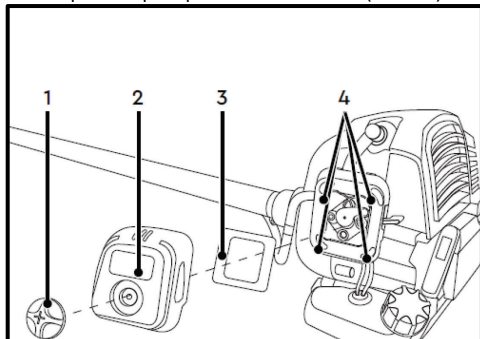

Рис. 57
- Зніміть кришку (2) корпусу повітряного фільтра з мотокоси (Рис. 57);
- Зніміть фільтрувальний елемент (3), ***залежно від моделі** – промийте його в чистій воді із милом та просушіть, або продуйте повітрям тиском не більше 2,5 бара (замініть, якщо він пошкоджений) (Рис. 57);
- Після очищення фільтруючого елемента (3), встановіть його в корпус повітряного фільтра, розташувавши за кронштейнами (4) (Рис. 57);
- Встановіть кришку (2) корпусу повітряного фільтра на мотокосу (Рис. 57);
- Встановіть гвинт (1) в отвір кришки (2) повітряного фільтра та затягніть його (Рис. 57).